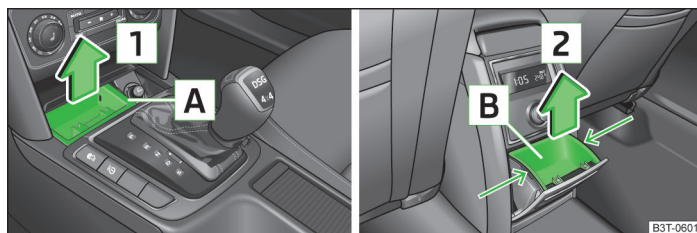

Fig. 71 Console centrale : Cendriers avant/arrière
- Attraper le boîtier du cendrier au niveau de **A** » fig. 71 et le sortir dans le sens de la flèche **1**.
- Attraper le boîtier du cendrier **B** » fig. 71 au niveau de la zone désignée par les flèches et le faire sortir dans le sens de la flèche **2**.